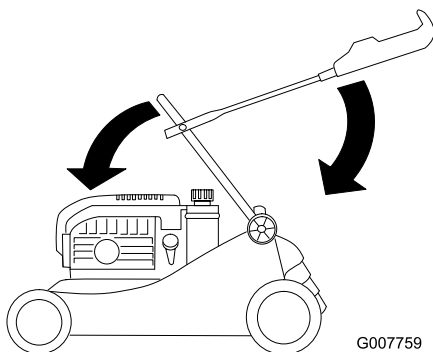

Figura 34
3. Con cuidado, mueva hacia adelante la sección inferior del manillar hasta que descansa sobre el motor (Figura 34).
4. Con cuidado, mueva hacia atrás la sección superior del manillar hasta que quede plana (Figura 34).